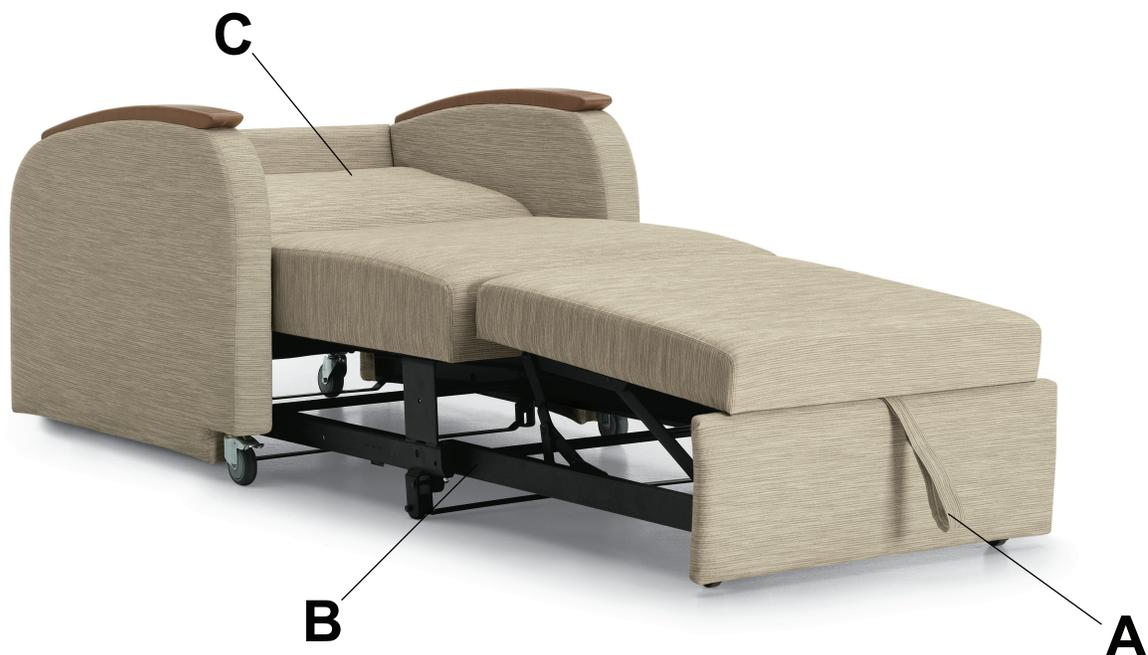

Figure 4 – À plat
1. Après inclinaison vers l'arrière (*Incliné* (page 6)), tirer la sangle (A) à l'avant du fauteuil inclinable pour glisser vers l'extérieur le châssis d'extension (B) jusqu'à ce qu'elle s'arrête (Figure 4).